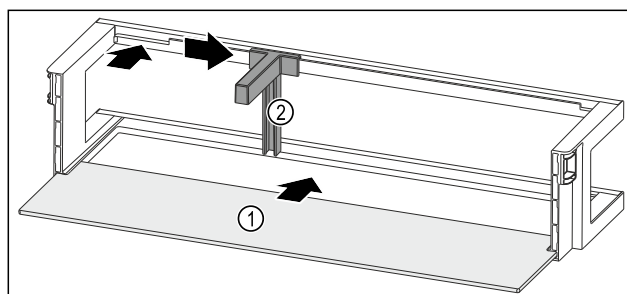

Fig. 279 Dörrfack med hylla
- Skjut in hyllan Fig. 279 (1) i ursparingarna på sidan.
- Sätt in flaskhållaren Fig. 279 (2) i ursparingen.
- Skjut flaskhållaren Fig. 279 (2) åt sidan till önskad position.